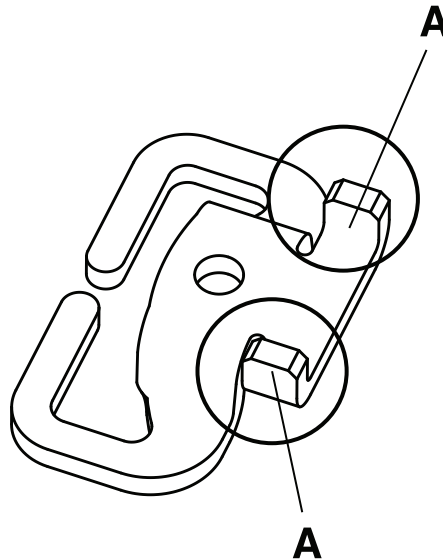
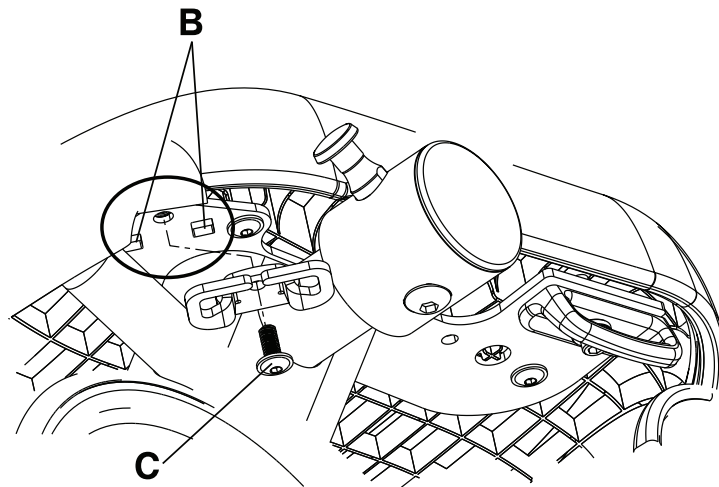

Figure 2-33 : Pattes du support de la ceinture ventrale
Figure 2-34 : Installation du support de ceinture ventrale
- a. Monter les deux pattes (A) sur le support (Figure 2-33 à la page 2-52) dans les trous carrés sur l'assemblage soudé du châssis principal (B) (Figure 2-34 à la page 2-53).
- b. Installer la vis d'assemblage à tête ronde fournie (0004-671-0 00) (C) dans le trou rond sur le support pour fixer le support de ceinture ventrale à l'assemblage soudé du châssis principal (B) (Figure 2-34 à la page 2-53). À l'aide d'une clé dynamométrique de 3/8" et d'une douille de 3/16", serrer la vis à un couple de  $70 \pm 10$  in-lb ( $8 \pm 1,1$  Nm).